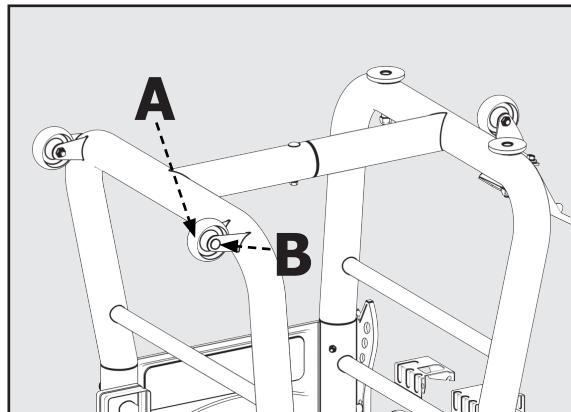

FIGURA 2
- Sujete las dos ruedas fijas (A) a las dos patas izquierdas, del otro lado de la ruedita giratoria, usando un tornillo de cuerpo M8 x 53 mm como se muestra en la Figura 2.
- Modifique los dos pies ajustables (C) atornillándolos dentro y fuera de la pierna. Los pies pueden ajustarse para nivelar la sierra y bloquearse en su lugar apretando la tuerca M12 en la parte superior. Ver Figura 2.